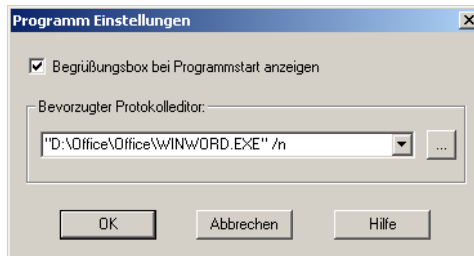

Abbildung 7.1. Dialogfeld "Programm Einstellungen"
1. Wählen Sie im Menü **Tools** die Option **Programm Einstellungen**, um das Dialogfeld **Programm-Setup** zu öffnen (Abbildung 7.1).